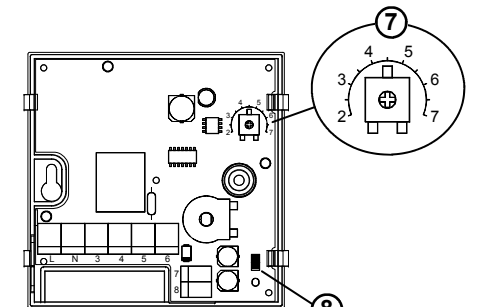

Fig. 7
Questa modalità consente di ridurre la temperatura impostata con la manopola di un valore pari a quello impostato sul trimmer interno (7) di Fig. 7, nel range 2°C .. 7°C. Il termostato esce dalla fabbrica con il trimmer impostato su 4,5°C.
Nel caso in cui l'installazione preveda un montaggio con sonda a distanza, è necessario rimuovere il connettore jumper JP1 (8 di Fig. 7), e collegare una sonda di tipo NTC da 4700 Ohm a 25°C con adeguato valore per il parametro beta ai morsetti 7 e 8. In caso di dubbio sul tipo di sonda da collegare si prega di consultare il costruttore.
This mode results in reducing the temperature set with the external dial by an amount set with the internal trimmer (7) in Fig. 7, in the range 2°C .. 7°C. The thermostat leaves the factory with the trimmer set on 4.5°C.
The thermostat leaves the factory configured by default for operation with the internal temperature sensor. If it is planned to install a remote sensor, remove the jumper connector JP1 (8 of Fig. 7) and connect an NTC type sensor (4700 ohm@ 25°C) with a suitable beta value to terminals 7 and 8. In case of doubt as to the type of sensor to connect, please consult the manufacturer.